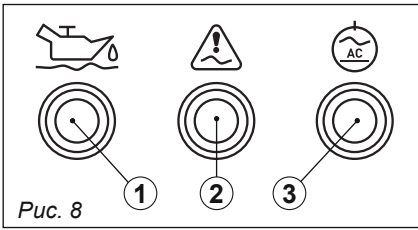

Рис. 8
Индикатор низкого уровня масла (поз. ①, рис. 8)
(поз. ②, рис. 8)
Индикатор сети (поз. ③, рис. 8)